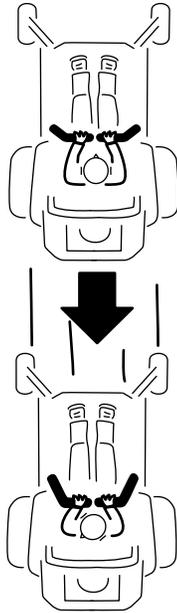

Figura 26
- Para andar para trás, puxe as alavancas de controlo do movimento lentamente para trás (Figura 26).